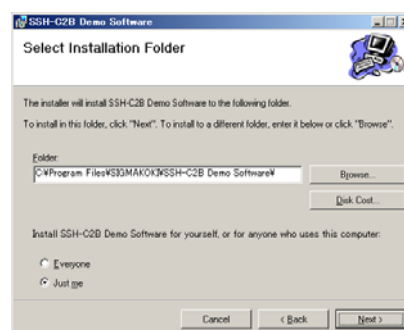

Fig.5-2
3. 次のウィンドウ (Fig.5-2) で、アプリケーションを保存するディレクトリを指定します。通常は変更せず、そのまま構いません。また、アプリケーションを使用するユーザを下部のラジオボタンで選択します。PC を使用するすべてのユーザが使うときには「Everyone」を、インストールしている本人のみが使用する場合には「Just me」を選択します。